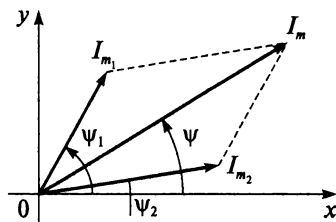

Рис. 7.11
- 2) сложением векторов по правилу параллелограмма (рис. 7.11).